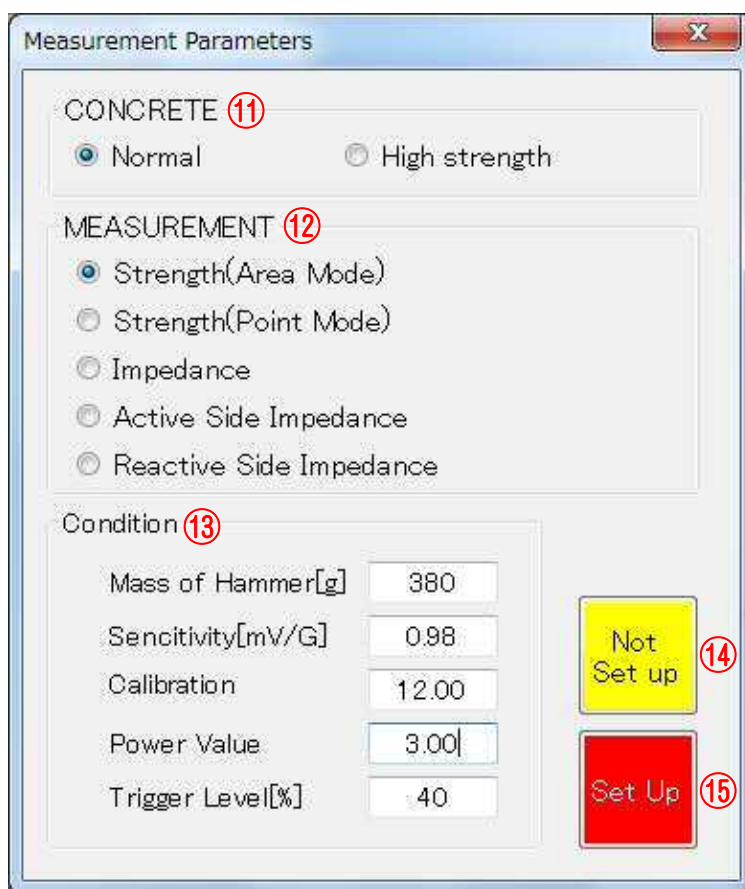

図 5.2-1 ダイアログウィンドウ
- 測定パラメータを入力するダイアログウィンドウ(図 5.2-1)が表示されます。